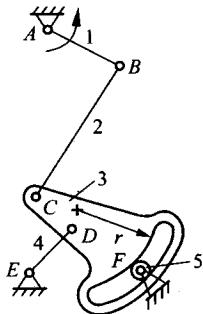

图 1-10 题 1.5.4 图
1.5.4 求出图 1-10 所示机构的自由度,用高副替代低副并拆分杆组。